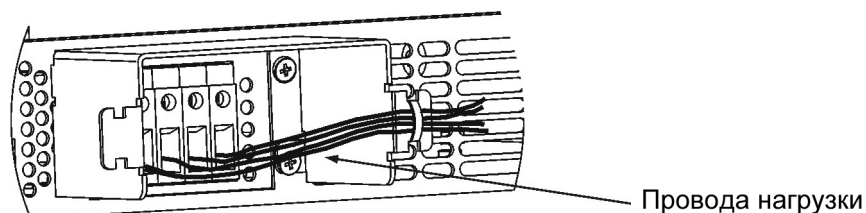

Рис.3-9: Сборка защитного кожуха и проводов
6. Закрепите провода на одной из сторон экрана, используя кабельную стяжку TY-вгар или аналогичную. Смотрите Рис.3-9. Убедитесь, что провода внутри кожуха не натянуты.